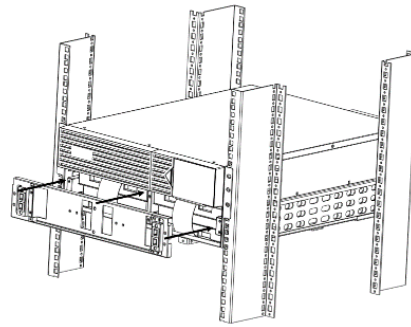

Figure 8
6. Remplacez le support de fixation de la batterie (Fig. 8)